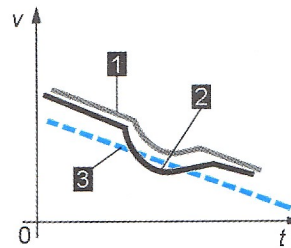

Figure 12.12 • La vitesse passe sous le seuil.
**2.** La vitesse de la roue concernée **descend en dessous du seuil**. Cela signifie que la vitesse de la roue s'écarte trop de la vitesse du véhicule. Le calculateur déclenche une régulation hydraulique en direction de la roue concernée (figure 12.12).